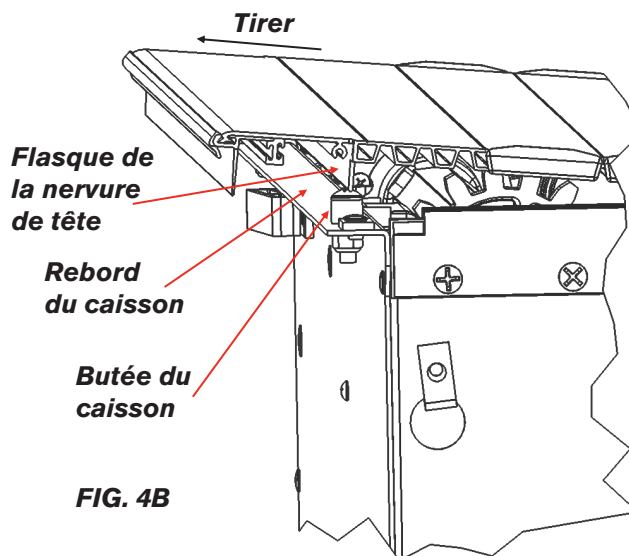

FIG. 4B
- Tirer d'abord légèrement le couvre-caisse pour que le flasque de la nervure de tête dépasse le rebord et la butée du caisson (Fig. 4B).
La Figure 4B montre une nervure de tête qu'il faut tirer vers le hayon. Loger le rail dans le guide du caisson en le tournant un peu pour que le coupe-bise ne se replie pas sur le guide (Fig. 4C).